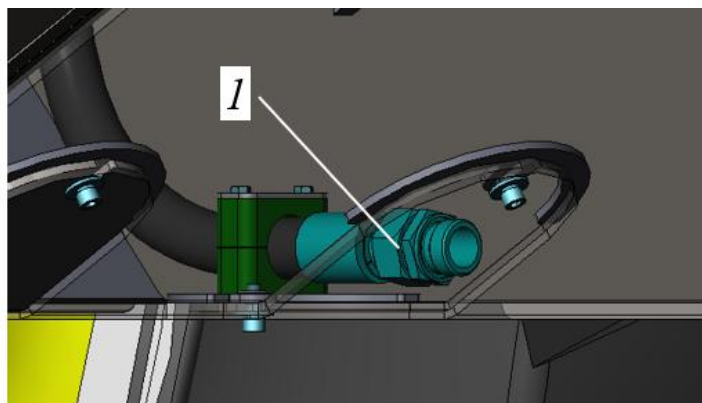

Рисунок 5.44. Кран для слива масла с гидравлического бака
- ▶ Из комплекта ЗИП на кран 1, рис. 5.44 установить г-образный отвод (отвод на рис. не показан).
► Установить правый лючок 1, закрепив его винтами с шайбами 2, см. рис. 5.44.